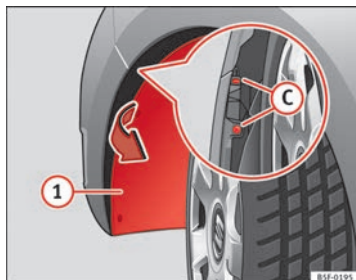

Abb. 149 Nebelscheinwerfer: Zugriff auf den Stecker am Lampenträger
- Ziehen Sie am Radkasten **(1)** ⇒ Abb. 149, um Zugriff auf die 2 Schrauben **(C)** ⇒ Abb. 149 des Stoßfängers zu erhalten, die verdeckt sind.